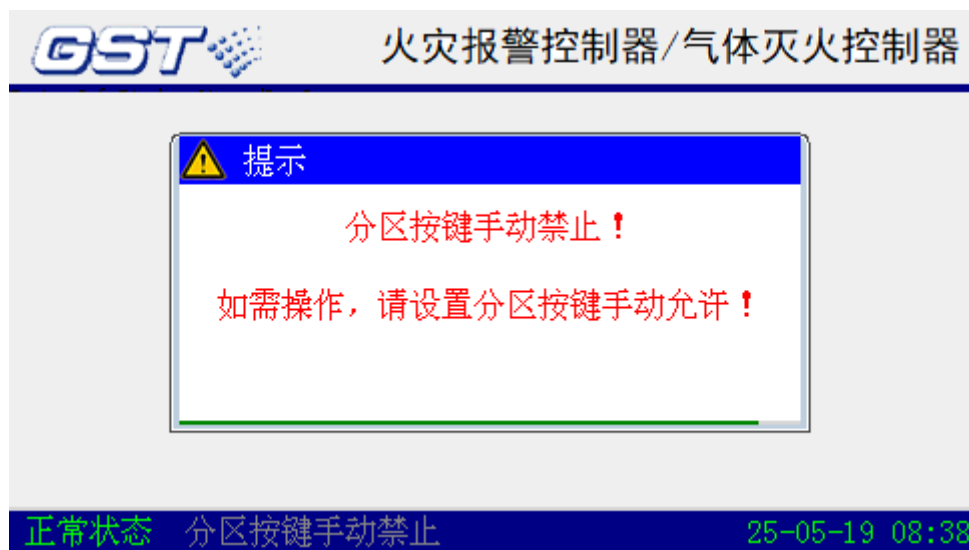

图7-28
- 当禁止气体分区区的操作按键后，液晶屏上显示灰色“分区按键手动禁止”字样；按下“声光启停”、“启动”、“停止”按键时液晶屏会弹出如图7-28所示提示。重新允许气体分区区的操作按键后，屏幕下方会恢复绿色“分区按键手动允许”字样。